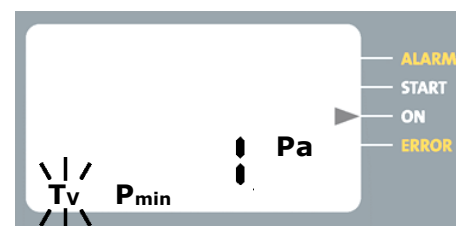

Abb. 25: Glättungszeit aktiv
1. Unterschreitet der gemessene Differenzdruck den eingestellten Differenzdruckgrenzwert (P_{min}) blinkt das Zeichen „T_v“ (Abb. 25).